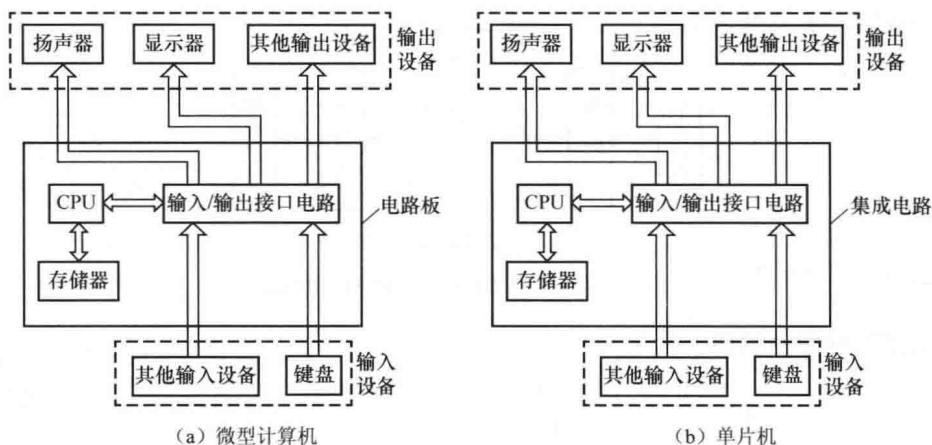

图 1-1 微型计算机与单片机的结构
单片机是单片微型计算机 (Single Chip Microcomputer) 的简称, 由于单片机主要用于控制领域, 所以又称为微型控制器 (Microcontroller Unit, MCU)。单片机与微型计算机都是由 CPU、存储器和输入/输出接口电路 (I/O 接口电路) 等组成的, 但两者又有所不同, 微型计算机 (PC) 和单片机 (MCU) 的基本结构如图 1-1 所示。
从图 1-1 可以看出, 微型计算机是将 CPU、存储器和输入/输出接口电路等安装在电路板 (又称电脑主板) 上, 外部的输入/输出设备 (I/O 设备) 通过接插件与电路板上的输入/输出接口电路连接起来。单片机则是将 CPU、存储器和输入/输出接口电路等做在半导体硅片上, 再接出引脚并封装起来构成集成电路, 外部的输入/输出设备通过单片机的外部引脚与内部的输入/输出接口电路连接起来。